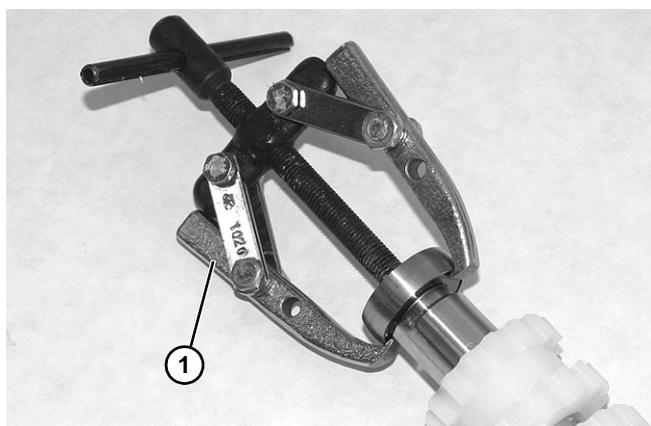

Abbildung 54
2. Lagerausziehwerkzeug (807-1078) (**Abbildung 54, Teil 1**) zum Ausbauen der Lager aus der Treibrolle verwenden.